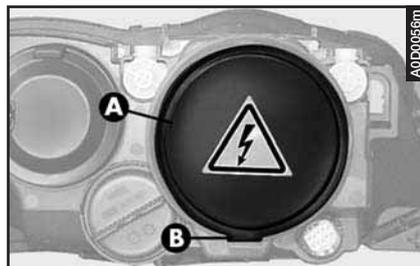

fig. 26
- Sfilare la cuffia in gomma (A-fig. 26) tirando l'aletta (B).